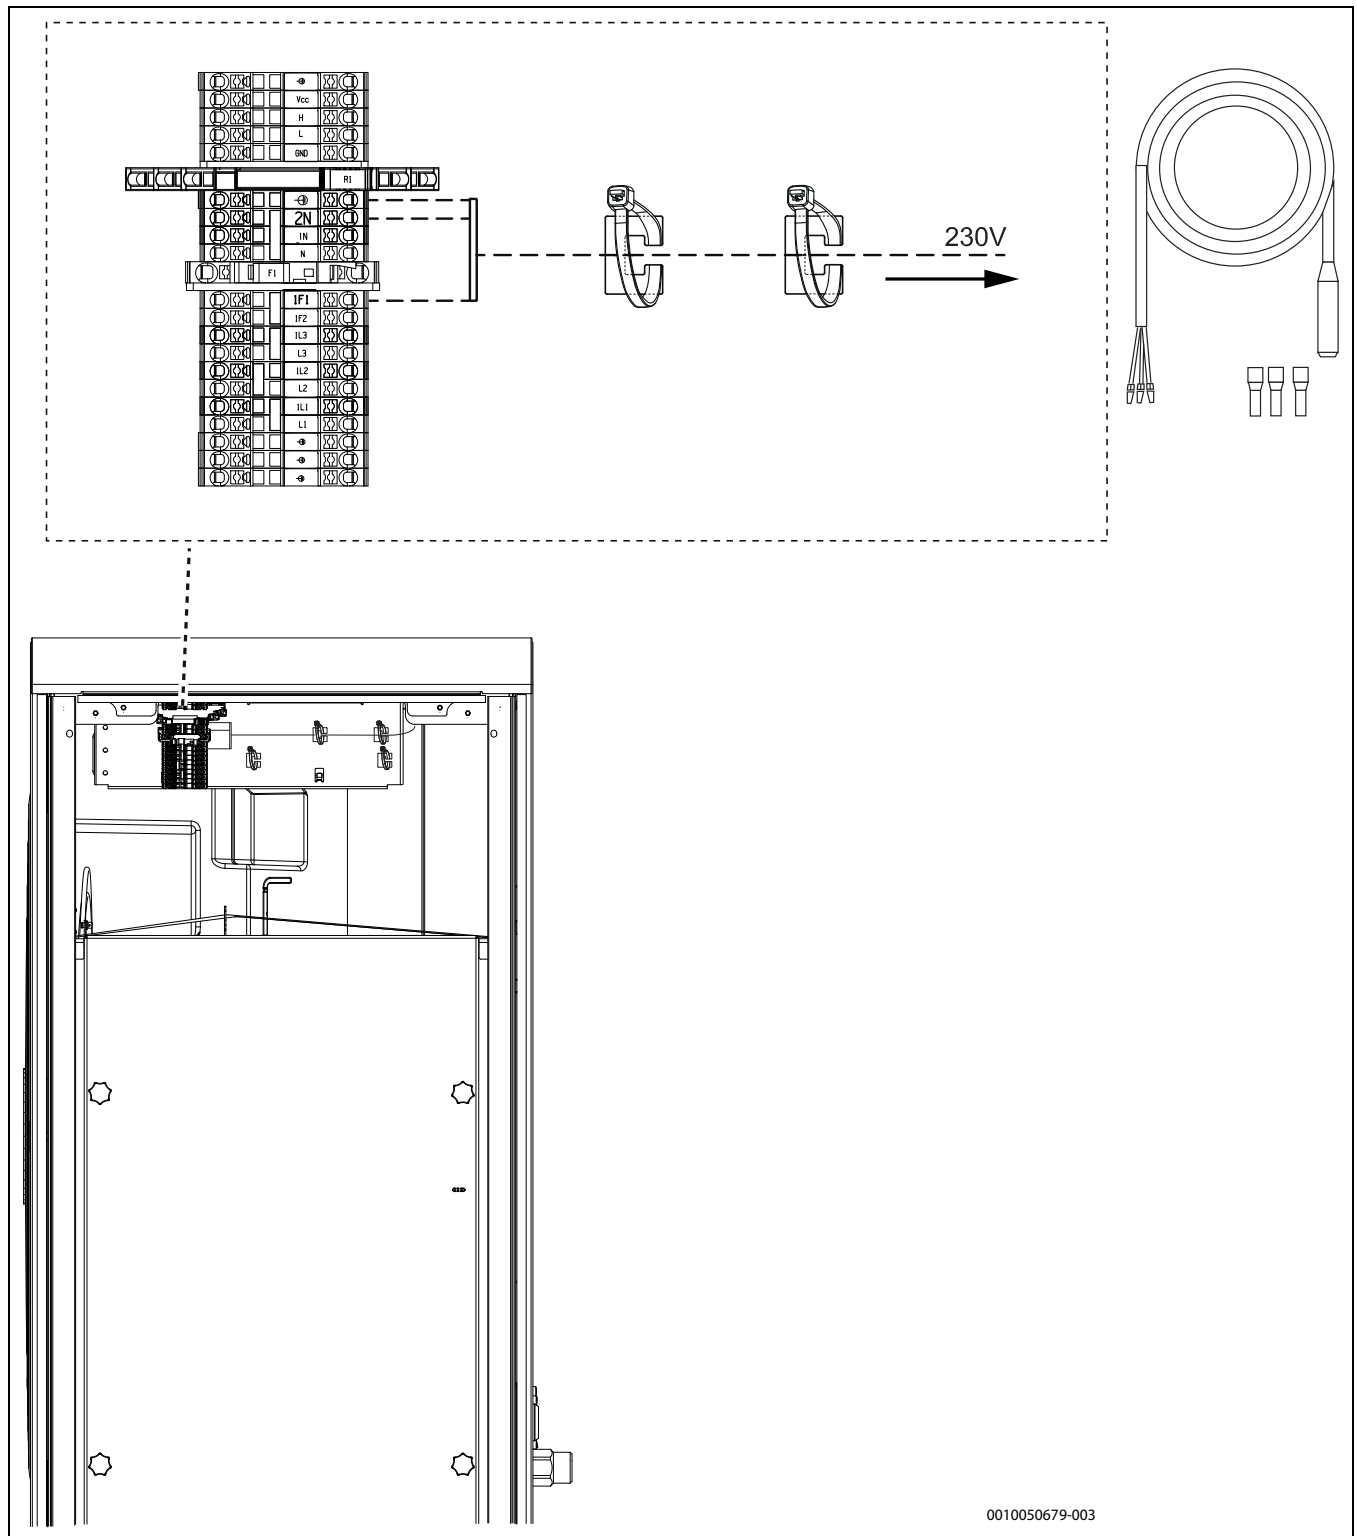

Fig. 39 Raccord du câble chauffant (accessoire)
- Raccorder le câble conformément à la → figure 39.